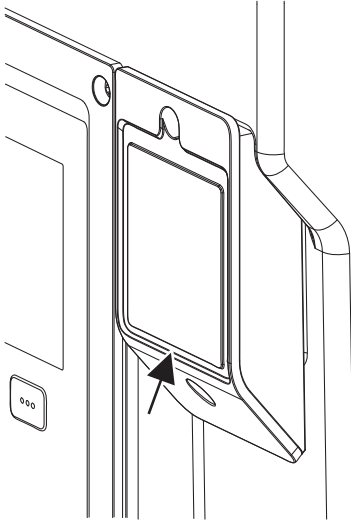

Fig. 27: Wilo-Smart Connect BT modül için kapak
1. Wilo-Smart Connect modül kapağı (Fig. 27) civatasını çözün ve kapağı açın.
Wilo-Smart Connect BT modülü, tasarımı itibarıyla yalnızca bir yönde takılabilir. Modül, kendi kendine tekrar sabitlenmez. Elektronik modülün üst kısmındaki Wilo-Smart Connect modül kapağı (Fig. 27), modülü arayüzde sıkıca tutar.